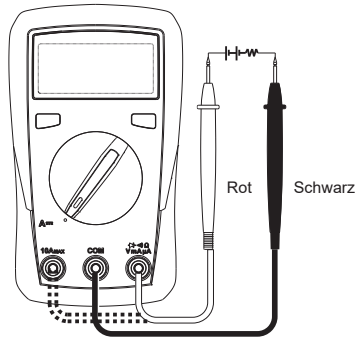

Abbildung 3
5. DC Messung (siehe Abbildung 3)